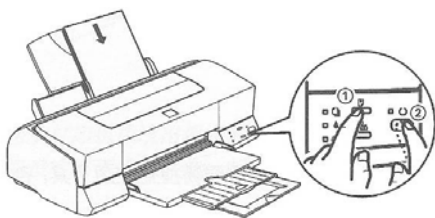

图 2-25 打开打印机
① 检查打印头喷嘴。如果发现打印的图像出现模糊或打印的图像丢失墨点，可以通过清洗打印头喷嘴来解决这些问题。检测方法如下：
- 按住进纸/退纸键^①（如图 2-25 中①所示）的同时按下电源键^②（如图 2-25 中②所示）打开打印机，然后同时松开两键。打印机将打印出一张包含打印机只读存储器版本信息、墨水记数码及喷嘴检查图案的操作检查页，图 2-26 所示的是打印输出的样张。如果操作检查页打印得不理想，例如，线条的某些部分丢失，说明打印机有问题，原因可能是喷嘴堵墨或打印头失准。